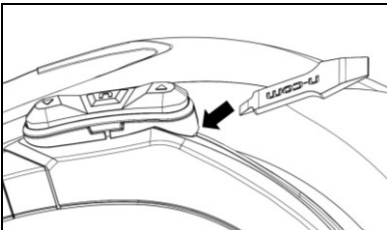

Fig. 26
- Ta av knappsatsen från hjälmen enligt vad som visas i Fig. 26.